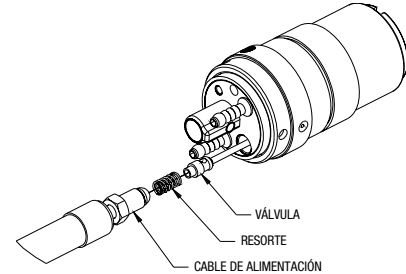

Figura 3-12: Válvula de retención de la serie QRW
- (d) Retirar la conexión del cable roscado de alimentación del conjunto del bloque. Consultar la Figura 3-12.
Asegurarse que los componentes de la válvula de retención permanezcan dentro del conjunto del bloque. Si se retiran los componentes, asegurarse de instalarlos de la manera indicada en la Figura 3-12.